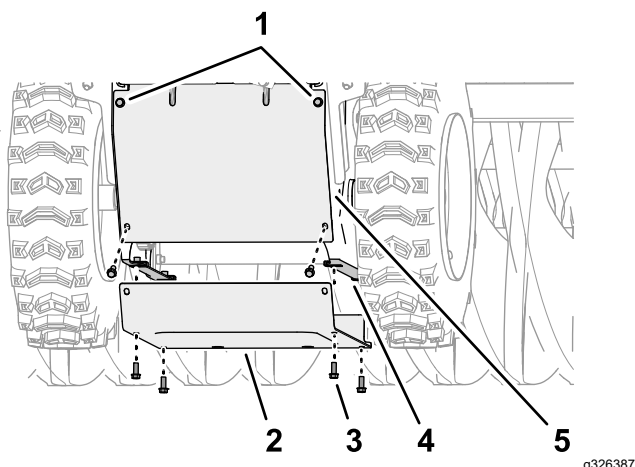

Bild 51
4. Richten Sie an der Unterseite der Maschine die Löcher in der unteren Abdeckung mit den Löchern in den Flanschen der linken und rechten Seitenplatten aus (**Bild 51**).
- Befestigen Sie die untere Abdeckung mit den sechs Bundkopfschrauben ($\frac{1}{4}$ " x $\frac{5}{8}$ ") an der Maschine (**Bild 51**).
- Ziehen Sie die beiden oberen Bundkopfschrauben ($\frac{1}{4}$ " x $\frac{5}{8}$ ") an, mit denen die hintere Abdeckung an der Maschine befestigt ist (**Bild 51**).